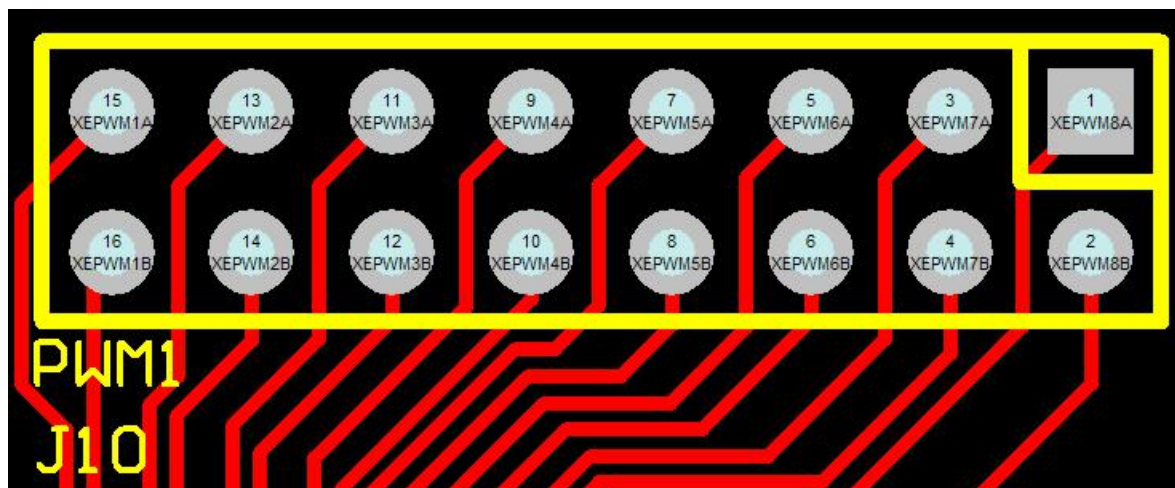

图 3-9-2
- (4) 添加工程, 并加载 lab09_epwm_dead.out 文件;
- (5) 在 CCS 工具栏中点击 Run->Resume……运行程序;
- (6) 将示波器的地线接 J19 的 16 脚 DGND, 信号线接 J10 的 15、13 和 11 脚, 如下图 3-9-2 所示: